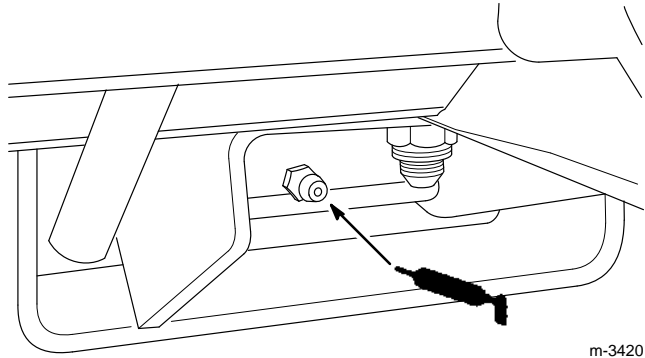

Abbildung 35
6. Den Nippel am Bremspedal schmieren (Abb. 35).